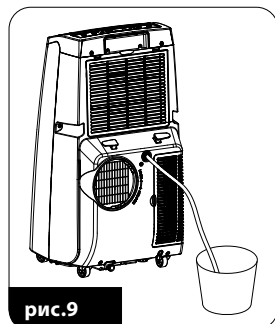

рис.9
- открутите крышку и удалите пробку (6)
- другой конец дренажной трубки подключите к дренажной системе или сосуду (рис. 9)